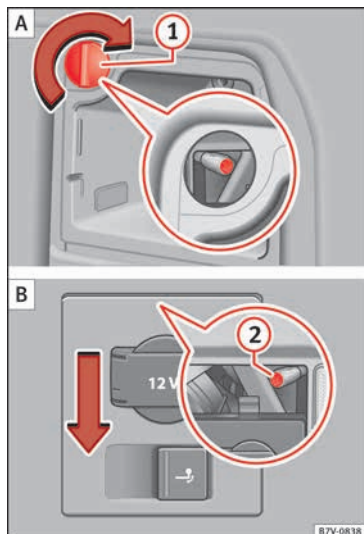

Fig. 114 En el lateral del maletero: desmontar las luces posteriores izquierda y derecha. ① retirar el capuchón; ② tornillo de fijación.
3.	Gire el capuchón ① 90° en el sentido de la flecha y retírelo.
4.	Desenrosque el tornillo de fijación » fig. 114 ② con el destornillador de las herramientas de a bordo » pág. 86. El tornillo queda asegurado en su posición.